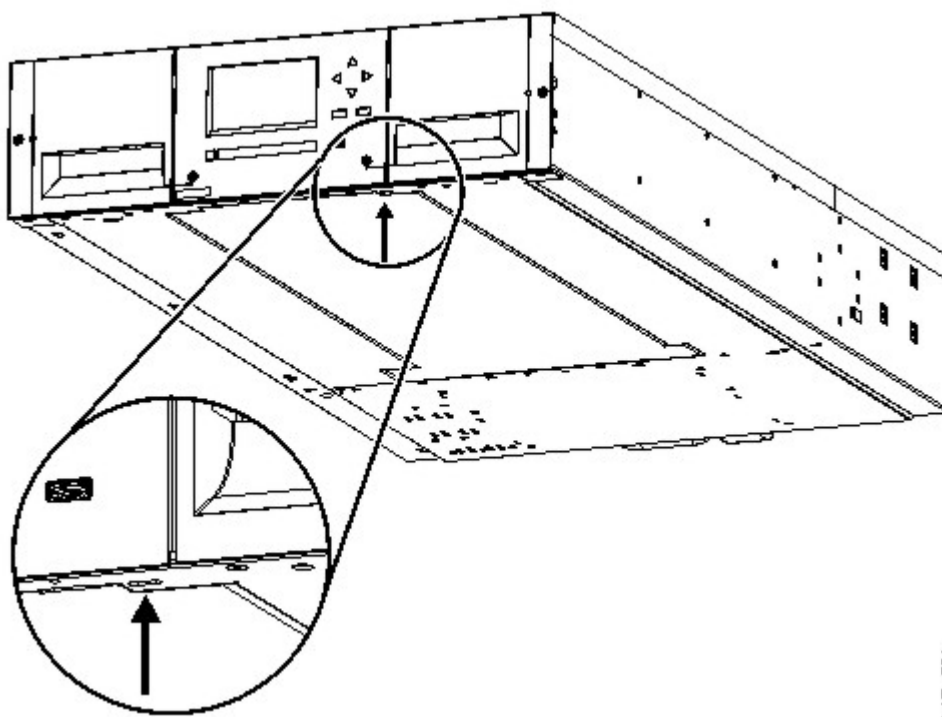

Figura 33. Desbloqueo del bloqueo por resorte
- c. Agarre la cubierta inferior con una mano. Inserte un destornillador de cabeza plana pequeño o un destornillador Torx en el orificio y deslícelo lateralmente hacia la izquierda 4 mm para desbloquear el bloqueo por resorte. Consulte Figura 33 en la página 58.